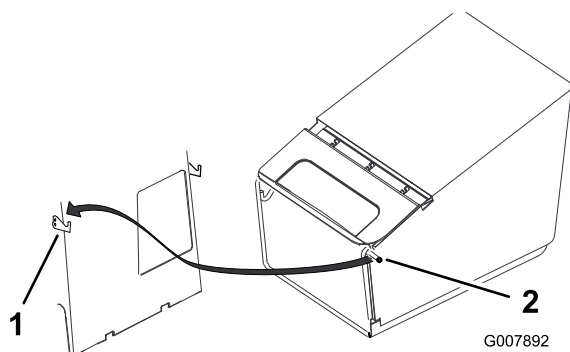

Figura 20
4. Enganche los pasadores de la bolsa de recortes en los ganchos, según se muestra en Figura 20.